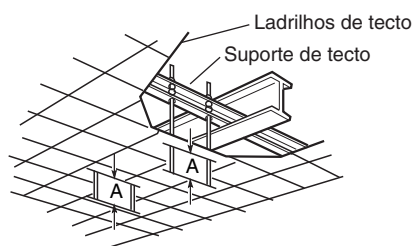

Fig. 3-7
- b) Utilize os suportes de tecto existentes ou construa um suporte adequado (Fig. 3-7).